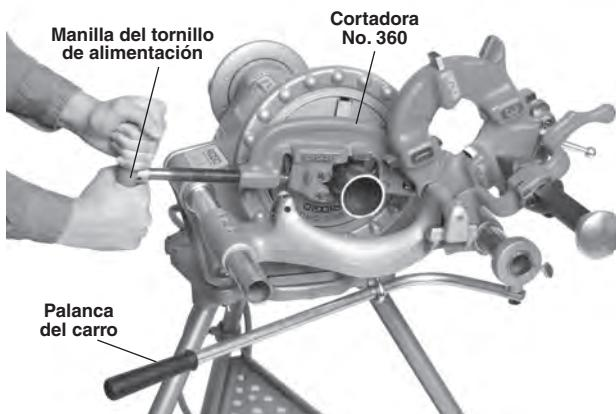

Figura 21 – Corte con la cortadora No. 360
4. Agarre con las dos manos la manilla del tornillo de alimentación de la cortadora (*Figura 21*).